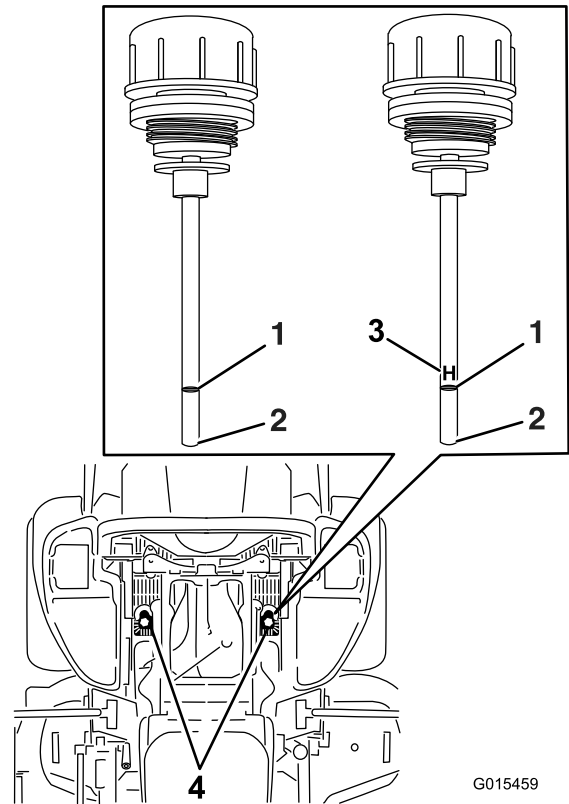

Figura 90
6. Limpie la zona alrededor de las varillas de los depósitos de los sistemas hidráulicos (Figura 90).
7. Retire una varilla del depósito de aceite hidráulico (Figura 90).
9. Retire la varilla e inspeccione el extremo (Figura 90). Si el nivel de aceite está en la marca Add (añadir), vierta lentamente en el depósito hidráulico sólo la cantidad de aceite necesaria para que el nivel llegue hasta la marca de Lleno o H.